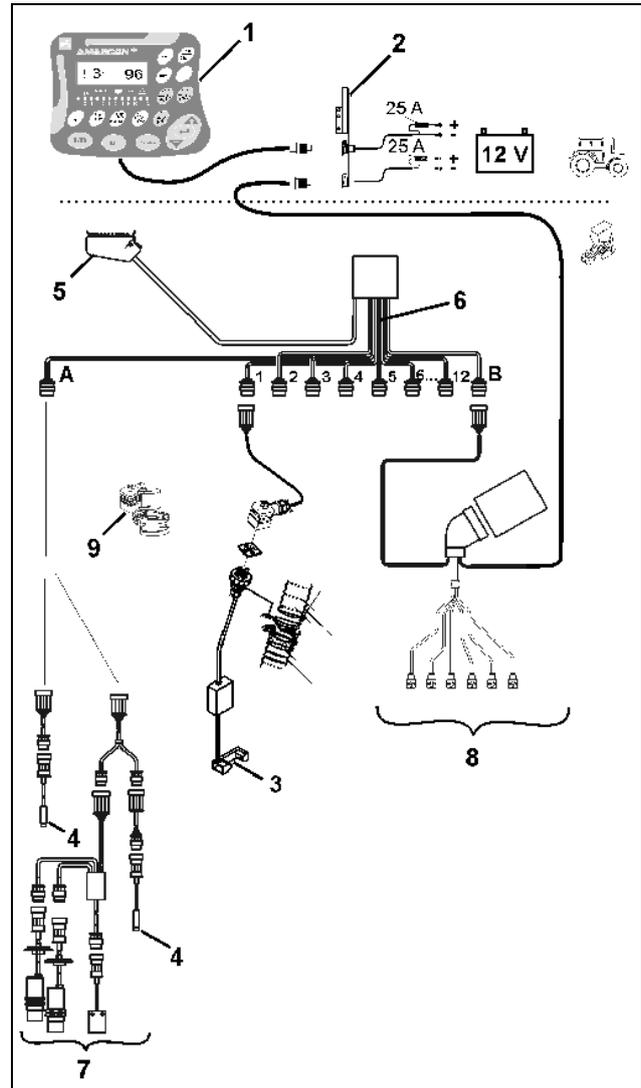

Fig. 2
**AMASCAN+** (Fig. 2/...) consiste de: